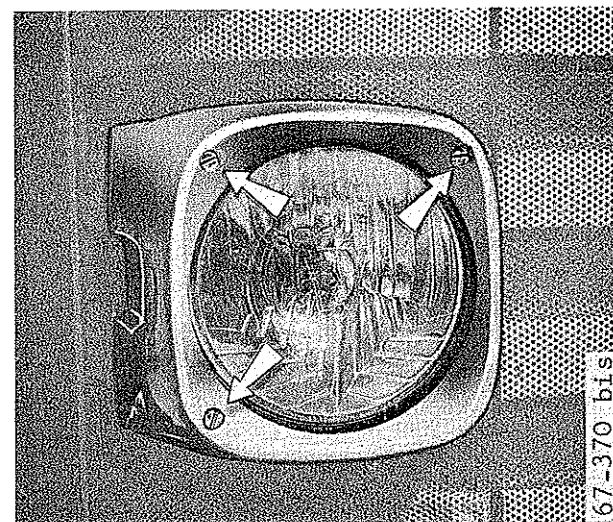

Fig. 68
- Oter le panneau de calandre amovible (voir fig. 68), puis dévisser les deux vis de fixation latérale du phare dont l'ampoule est déficiente. Retirer les deux écrous qui fixent les tirants à l'intérieur de la grille de calandre sur les équerres. Tirer le phare vers l'avant. Basculer les ergots de blocage du porte-culot, ce qui permet de retirer celui-ci et la lampe.
RÉGLAGE DES PHARES (fig. 68)